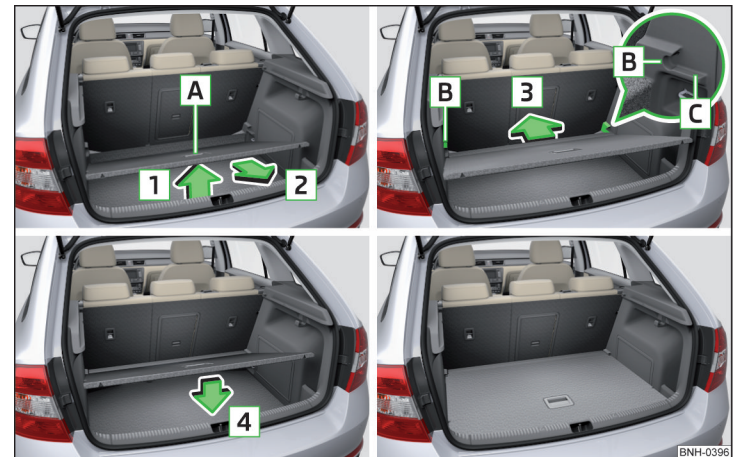

Abb. 92 Variablen Ladeboden in die obere Position einstellen
- Den variablen Ladeboden am Griff **A** » Abb. 92 fassen.